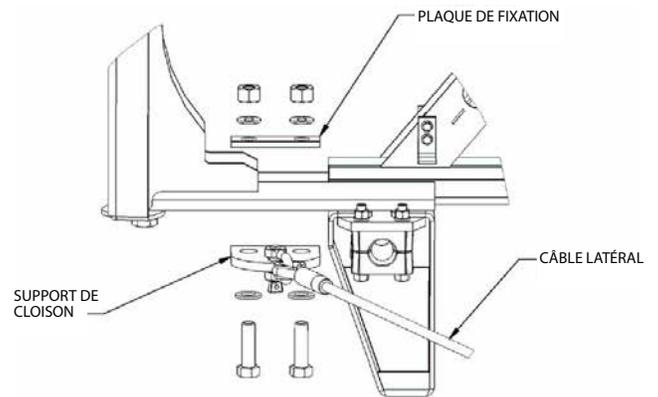
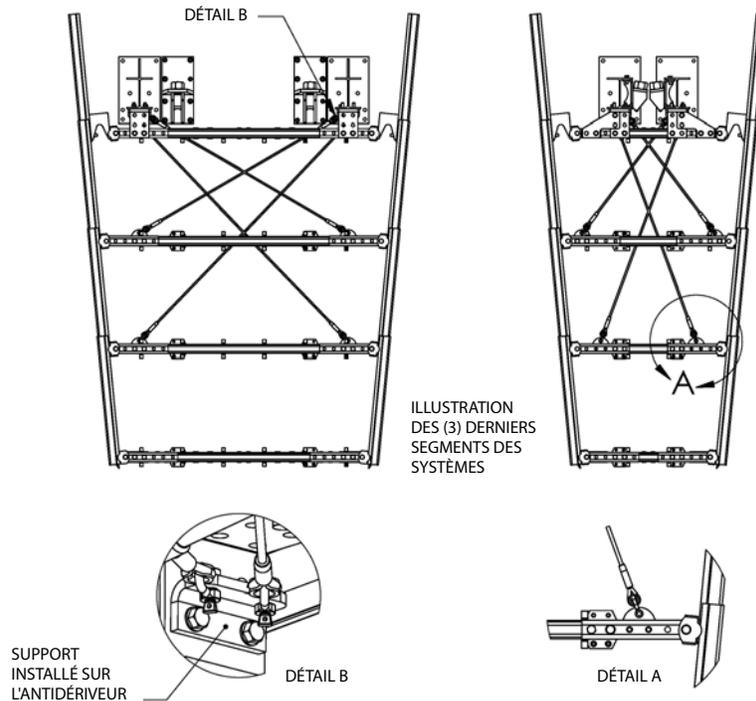

Figure 31 Câble porteur latéral
Figure 35 Installation des serre-câbles
Les câbles porteur latéraux sont de ½ po [12 mm] et sont équipés d'une manille de ½ po [12 mm] à l'extrémité. Le kit comprend huit (8) câbles. Les manilles sont fixées au câble des cloisons et des antidériveurs à larges ailes (Figure 31, 32, 33, 34, 35). Les deux câbles de chaque antidériveur sont installés sur les côtés opposés des deux derniers cloisons (Figure 35).